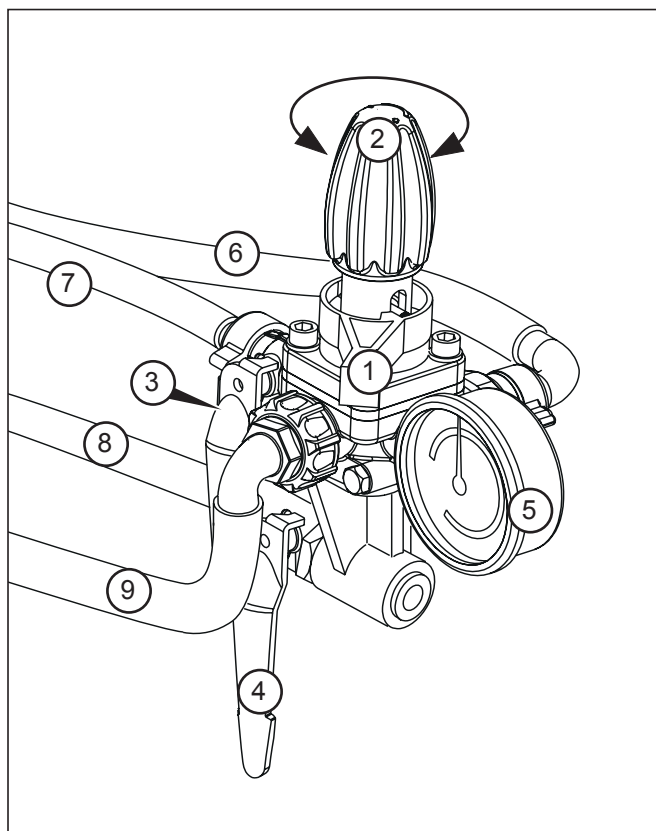

Fig. 10 - Régulateur de pression
4.1.4 RÉGULATEUR DE PRESSION (Fig. 10)
Les références sont relatives à la Fig. 10.
Le fonctionnement irrégulier du manomètre peut signaler une obstruction (5 Fig. 10).